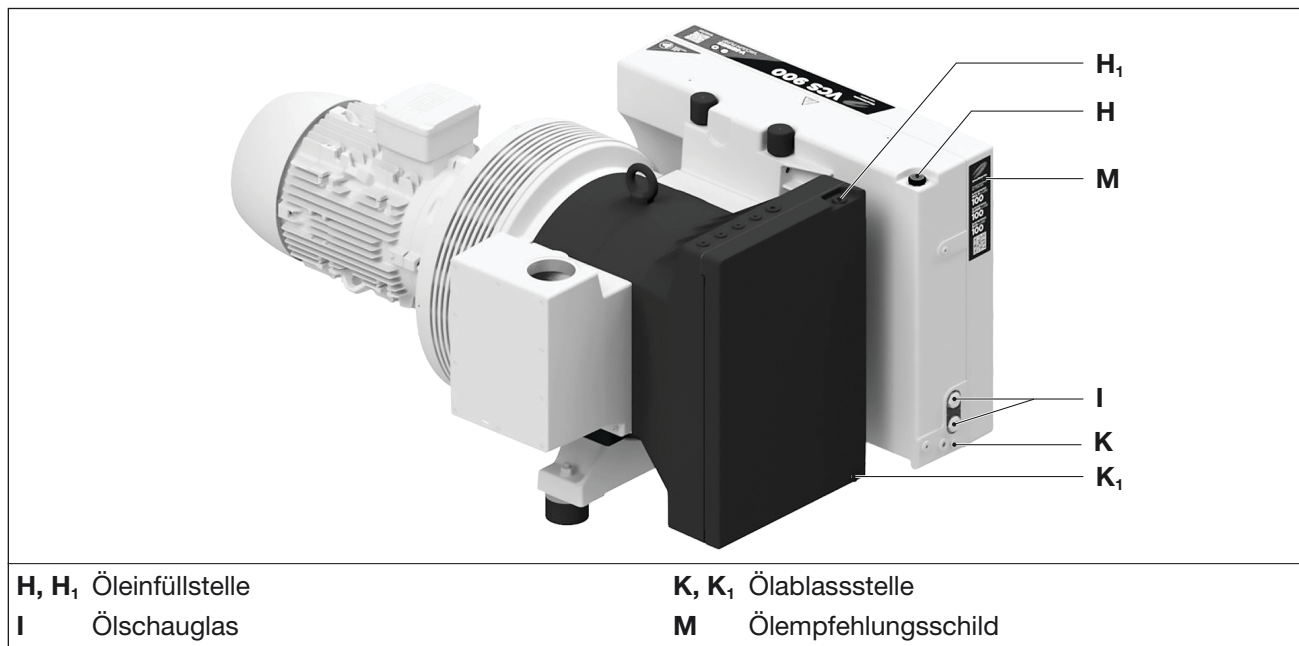

Abb. 9 Ölwechsel
- b) Verschluss der Öleinfüllstelle (Abb. 9/H) öffnen und Öl bis zur Oberkante des Schauglases (Abb. 9/I) auffüllen.
- b) Verschluss der Öleinfüllstelle (Abb. 9/H) öffnen, Ölablassstelle (Abb. 9/K) öffnen und Altöl vollständig ablassen.
- c) Ölablassstelle (Abb. 9/K) verschließen und neues Öl an der Öleinfüllstelle (Abb. 9/H) einfüllen.
- d) Ölstand am Schauglas (Abb. 9/I) kontrollieren.